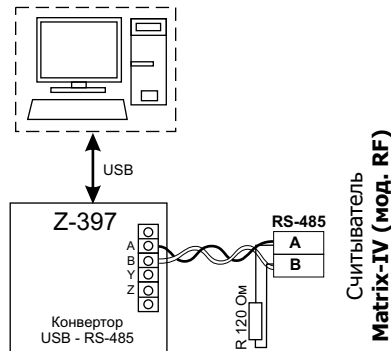

Рис.3 Схема подключения по RS-485
- при подключении по RS-485 один провод витой пары подключается на А, второй на В (см. рис. 3).